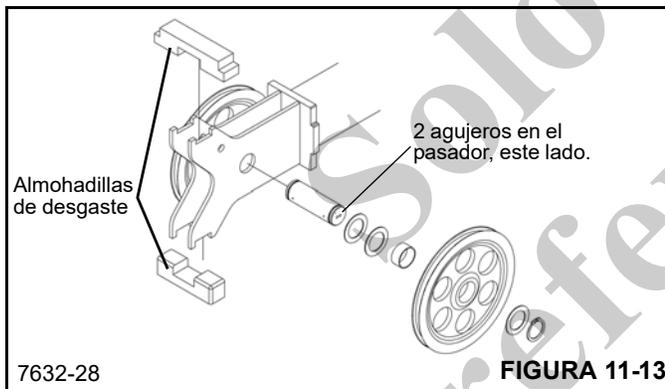

FIGURA 11-13
1. Instale las ruedas de polea en el cilindro telescópico. Los agujeros del extremo del pasador deberán quedar ubicados en el lado izquierdo; consulte la Figura 11-13.